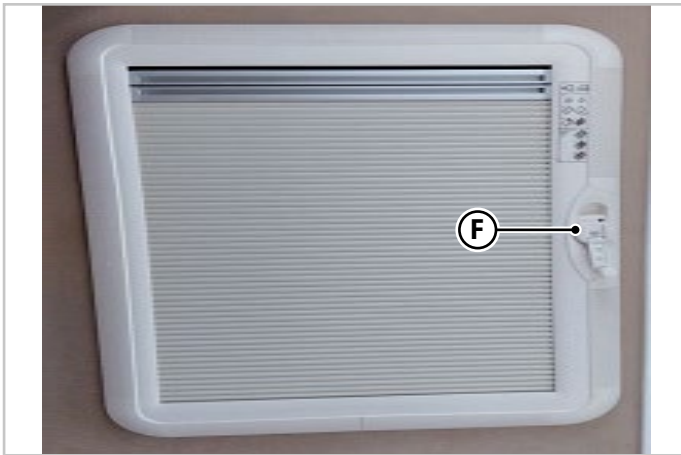

Fig.6.7 - Claraboya abatible - Tipo B
Claraboya abatible - Tipo B (Fig.6.7)
- Levante la manilla de seguridad (**F** - Fig.6.7) y gírela a la izquierda para levantar la claraboya hasta la posición deseada.